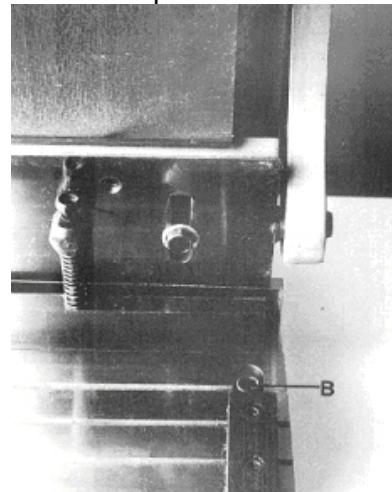

Рис. 7
3. Отрегулируйте зажим на расстоянии 1/4" (6,5мм) над столом, когда лезвие ножниц находится в верхнем положении, повернув две болта с шестигранными головками по ключ (A, Рис. 7) Когда
1. Ослабьте два винта с шестигранными головками под ключ (B, Рис. 7) с каждой стороны стола.
2. Используйте регулирующие винты A, Рис. 7), чтобы уменьшить зазор между лезвием и столом, чтобы облегчить разрезание тонкого материала.